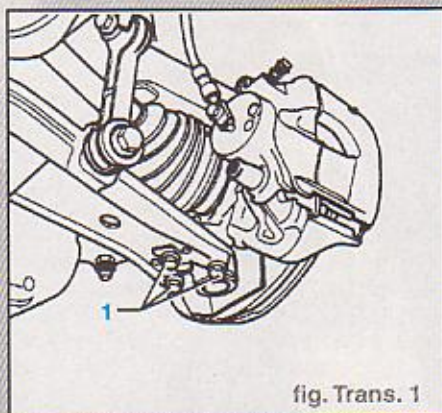

fig. Trans. 1
- Repérer la position de montage des vis (1) (fig. trans. 1).